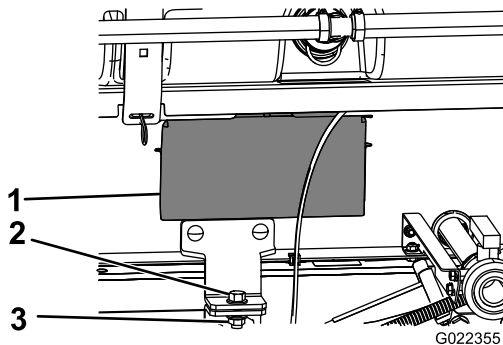

図 26
- スキッドフレームの両側についているアクセスパネルを外す (図 26)。
- タンク台アセンブリをフレームの左右にある荷台ブラケットに固定する ボルト½ x 1½"1本、ロックナット½"1個を使用して 図 26のように取り付ける。